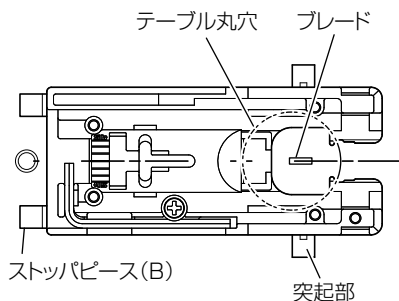

図 24
- (2) テーブル中心の丸穴にジグソーのブレードを通し、突起部の間にベースが入るようにします。つぎに、ベース後端をストップピース (B) に突き当てます。(図 24)